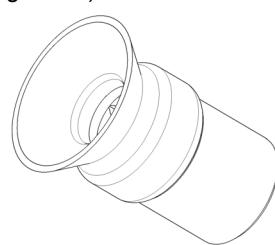
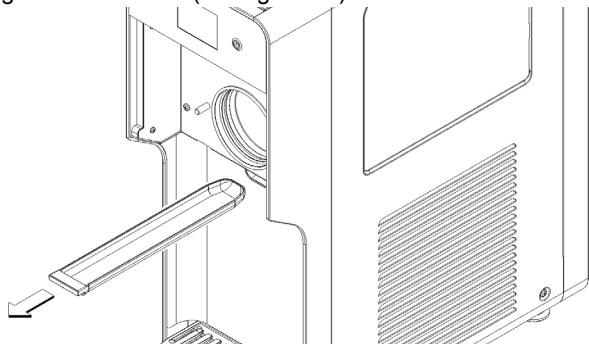

figure 32
figure 33
- 2 Toutes les semaines :** vérifier l'usure du joint du racleur. Si il est usé, le remplacer par une pièce de rechange d'origine du fabricant. (voir figure 32)
3 Toutes les semaines : vérifier la présence de fuites éventuelles en enlevant le bac spécial (voir figure 33). Dans le cas vérifier il est correctement installé et l'usure du joint du racleur. Si il est usé, le remplacer par une pièce de rechange d'origine du fabricant. (voir figure 32).